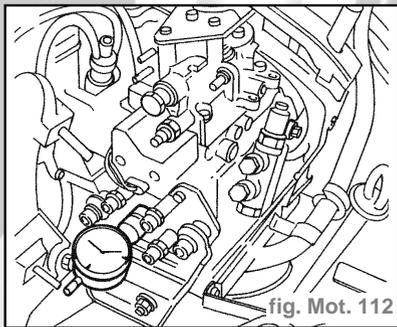

fig. Mot. 112
- Enlever le bouchon sur le carter de pompe et visser l'outil 1865090000 muni du comparateur avec le palpeur au contact du piston distributeur (fig. Mot. 112).